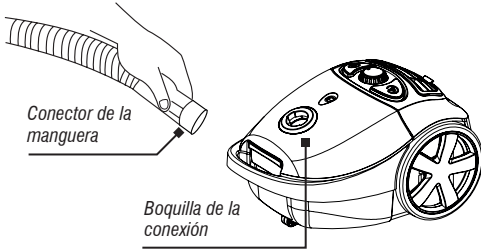

Fig. 2 – Conectando el alargue en la lanza
- Encaje el conector de la manguera en la boquilla de la conexión de acuerdo a como se muestra en la Fig. 2;